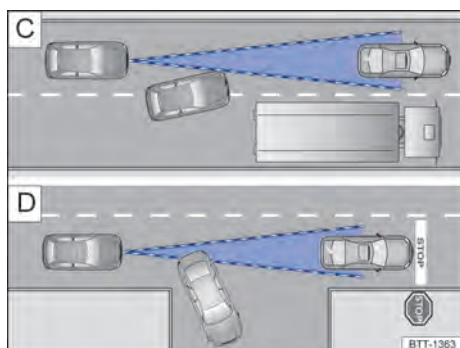

Fig. 95 (C) Cambio de carril. (D) Vehículo girando o parado.
Por ejemplo, si un vehículo detectado por el ACC gira o abandona el carril, y si hay un vehículo parado frente a este vehículo, el ACC no reaccionará al vehículo parado → fig. 95 (D).
- Vehículos que cambian al carril donde usted está a poca distancia del vehículo → fig. 95 (C).